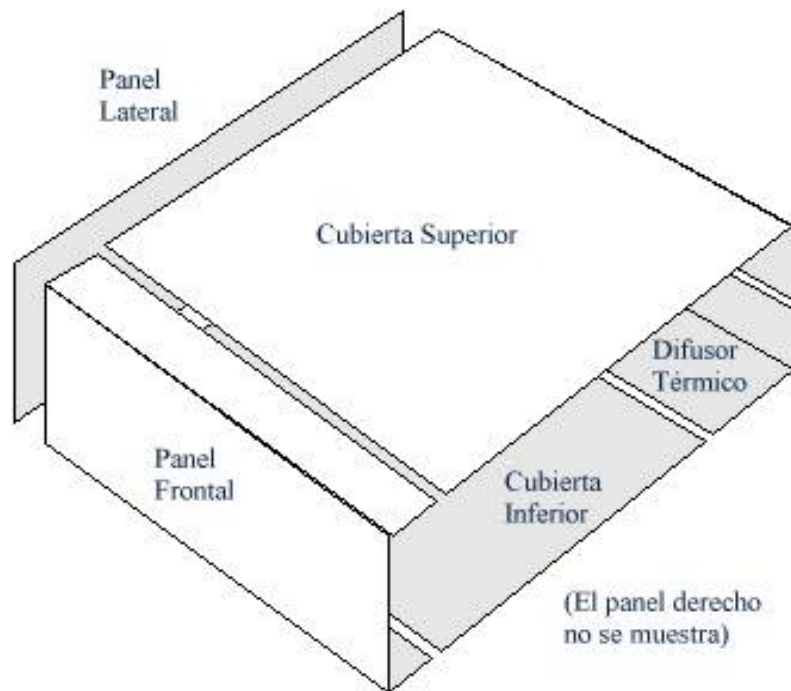

Figura 3-1
El K2 utiliza una construcción modular tanto física como eléctricamente. Este concepto se hace extensivo al chasis (Figura 3-1). Durante el montaje o para solucionar problemas cualquiera de sus elementos puede ser retirado. (Véanse las fotografías en el Apéndice D.)
- Seis piezas de chasis (Figura 3-1)